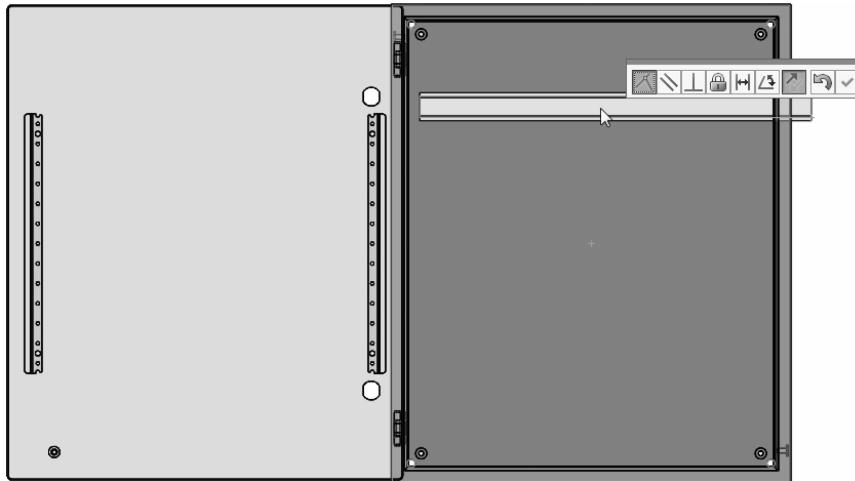

图 11-7 插入导轨
**步骤 6 插入导轨** 右击设备 034486，单击【插入水平导轨】。如图 11-7 所示单击机柜背面，单击【确定】接受配合约束。